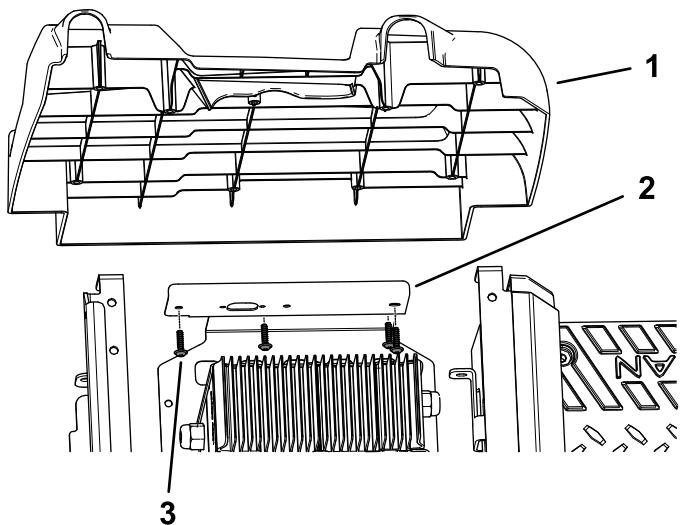

Figura 6
- Retire os 4 parafusos de cabeça torx (M6.0 x 22 mm) que prendem o suporte do carregador ao painel lateral esquerdo (Figura 6).